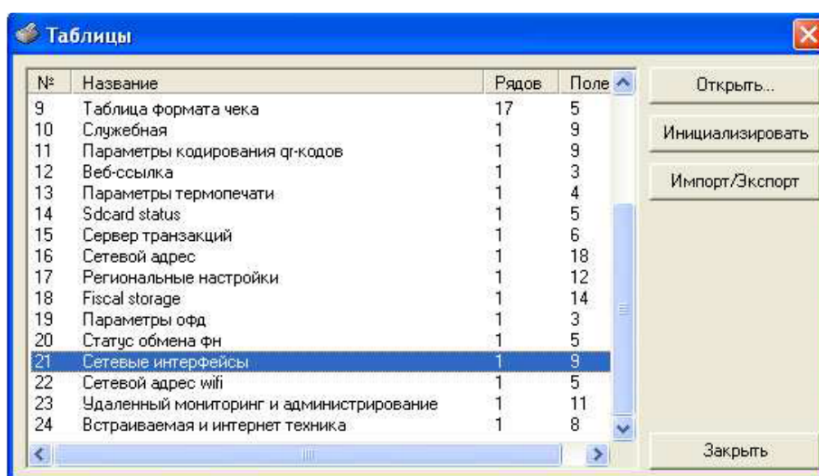

Рисунок 37: Выбор таблиц
6.1.2 Настройка RNDIS в таблицах ККТ. Для того, чтобы ККТ работала и передавала данные на сервер ОФД с использованием протокола RNDIS в таблице **№21 «Сетевые интерфейсы»** (Рисунок 37), в поле **№9 "RNDIS"** необходимо установить значение **«1»** (по умолчанию значение: «0» = Выключено). Значения таблицы приведены на рисунке 38.